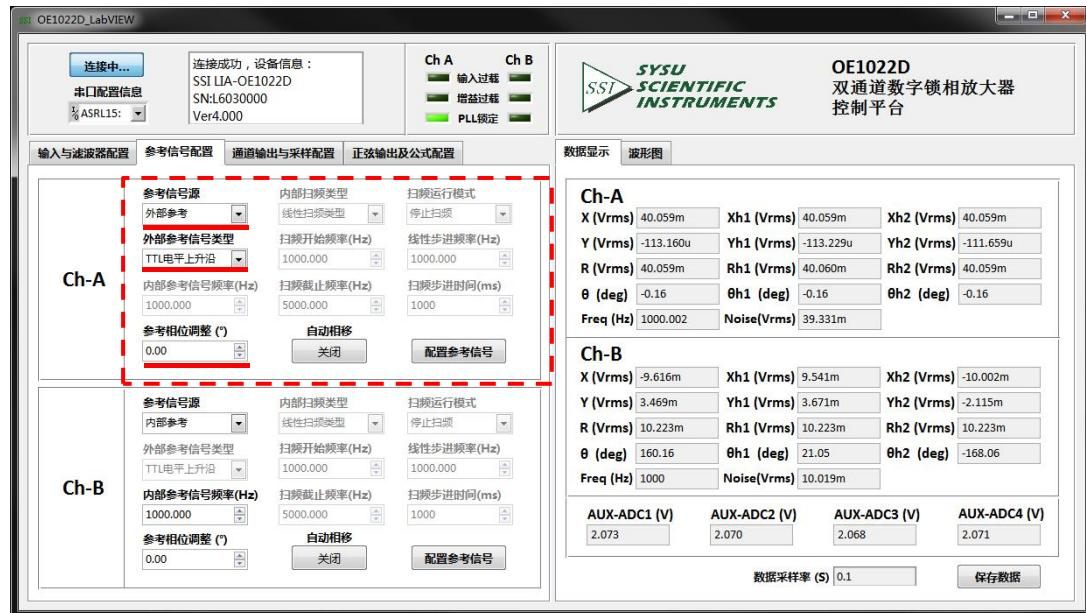

图 75. 参考信号配置图
②根据表 17, 在参考信号配置区域选择参考信号源类型、外部参考和参考相位值, 其它选项默认, 如下图 75 所示, 最后需要点击“配置参考信号”, 以完成配置: